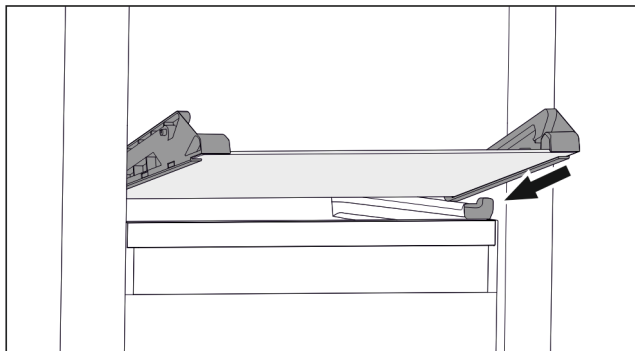

Fig. 93 Płyta szklana szuflady odchylanej
- ▶ Założyć płytę szklaną pod skosem za stoperami. (patrz Fig. 93)